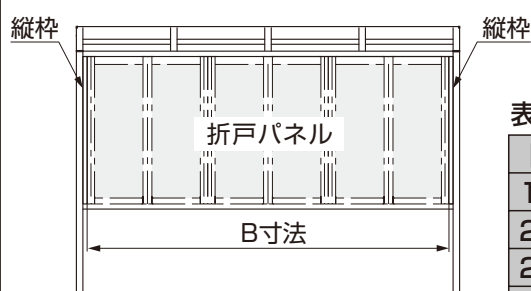

図 3-4 正面側
- ③正面側は縦枠と縦枠間がB寸法であることを確認してください。(図3-4、表3-2参照)